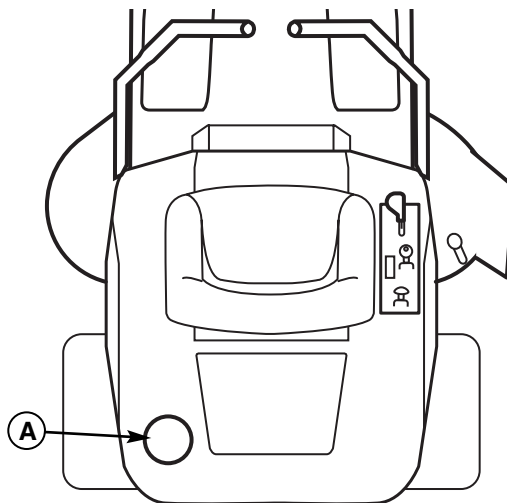

Figure 2. Vérifications avant mise en marche
1. Retirer le bouchon du réservoir de carburant (A, figure 2).